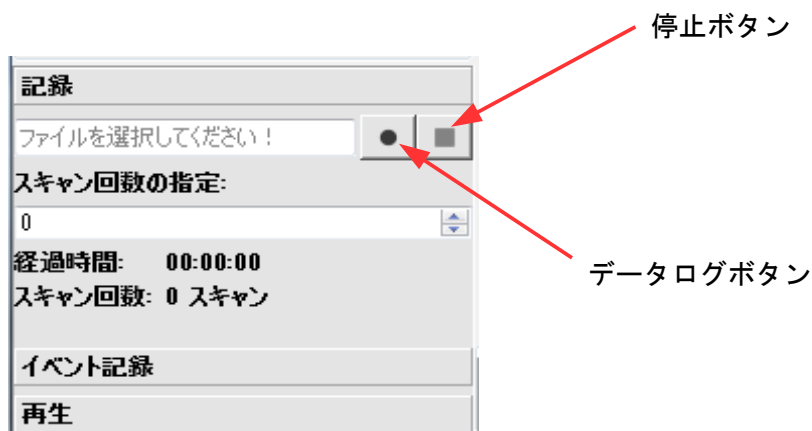

図7-57(a) 記録2
e) また、[イベント記録]ボタンをクリックすることで、OSSD出力のオフをトリガとして、その前後の測定データを記録することも可能です。(図7-57(b))